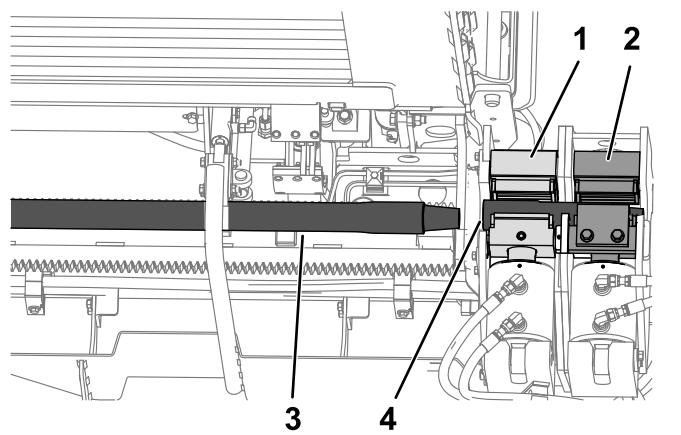

Рисунок 66
4. Втяните бурильную трубу и направляющую штангу через направляющую опору трубы и в захваты, совместив утолщенное верхнее соединение направляющей штанги с верхним захватом (Рисунок 66).